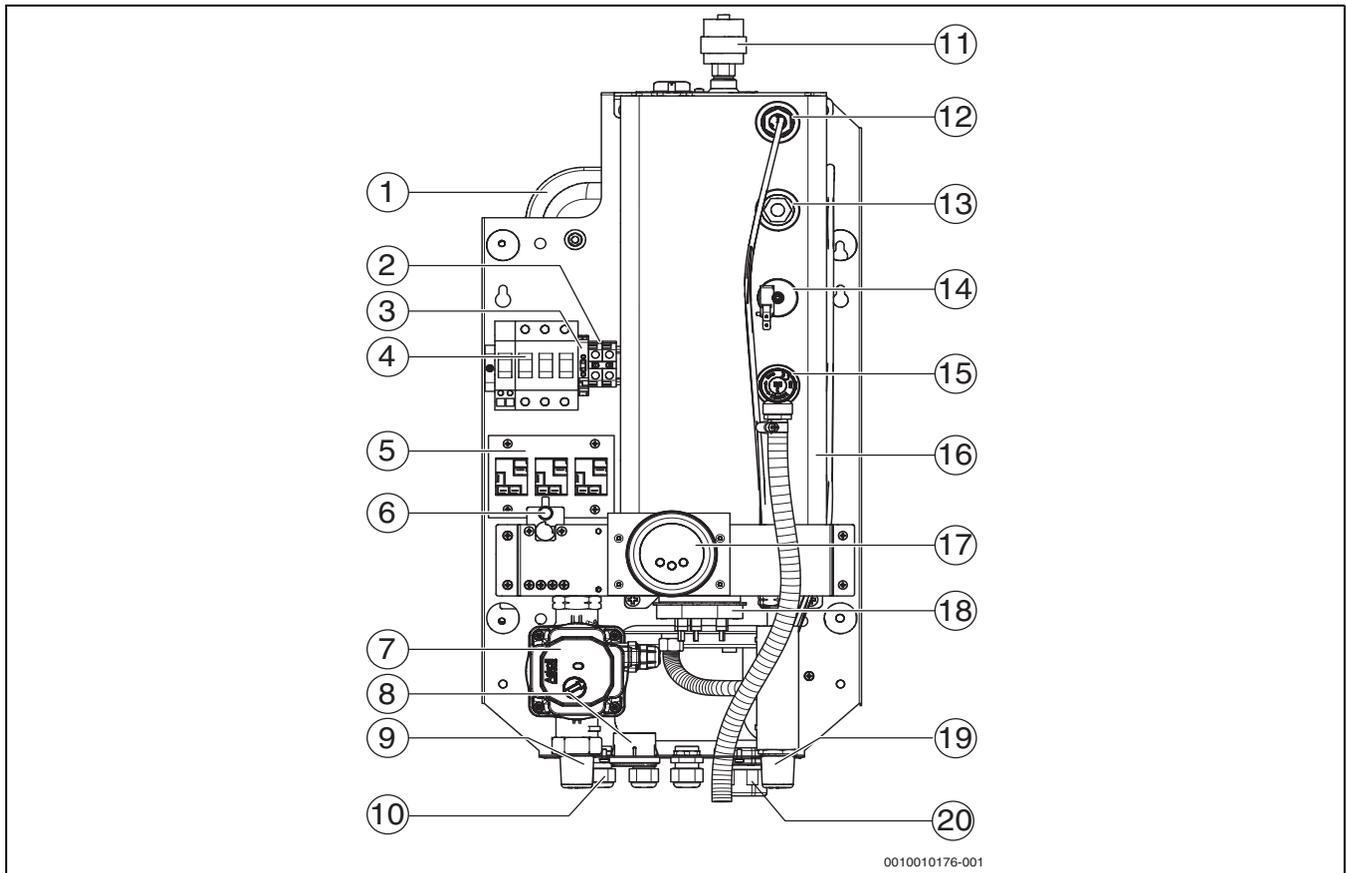

Bild 1 Funktionselemente des Heizgeräts Tronic Heat 3500 4-12 kW
- ▶ Sicherheitsventil nie verschließen (→Abb. 1, S. 7, [15])